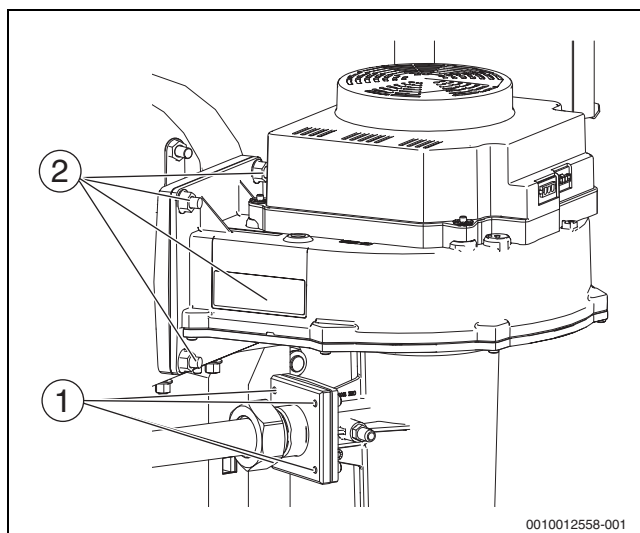

Fig. 65 Démontage du ventilateur (puissances de chaudière 200-300 kW)
- ▶ Dévisser la bride de mélange en retirant les 4 écrous sur le Venturi (→ fig. 65, [1]).
- ▶ Retirer 4 écrous hexagonaux sur le coude de mélange (→ fig. 65).
- ▶ Dévisser le ventilateur en retirant les 4 écrous sur le coude de mélange (→ fig. 65, [2]).